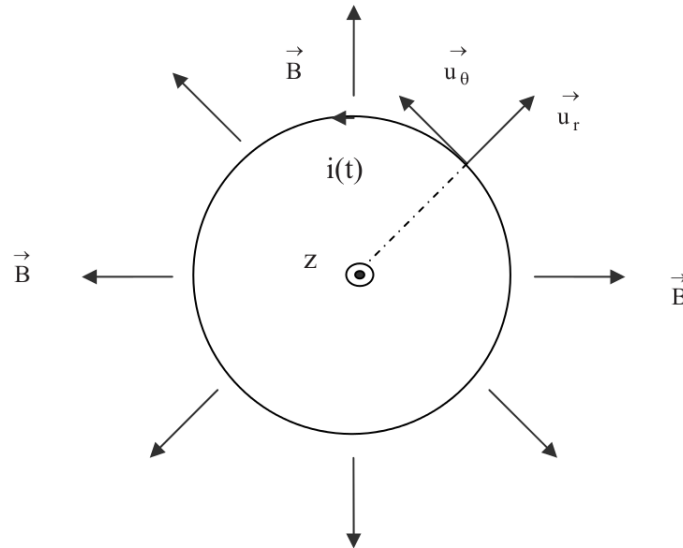

Figure 2 : Vue d'une spire de la bobine perpendiculairement à $z'z$ (coupe transversale).
- d'un aimant permanent fixe qui crée un champ magnétostatique $\vec{B} = B \vec{u}_r$ radial (en coordonnées cylindriques d'axe $z'z$, cf Fig. 2). Pour simplifier, on supposera que la norme B du champ magnétique est uniforme dans tout l'espace où se déplace la bobine.